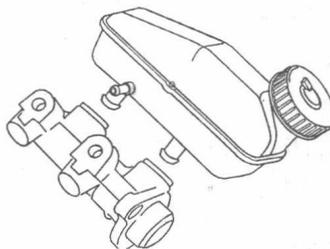

图 1-4 将制动液储液罐
- (1) 用清洁的制动液润滑新密封件，并将密封件装入总泵缸体。
- (2) 将制动液储液罐安装到总泵缸体上，如图 1-4 所示。